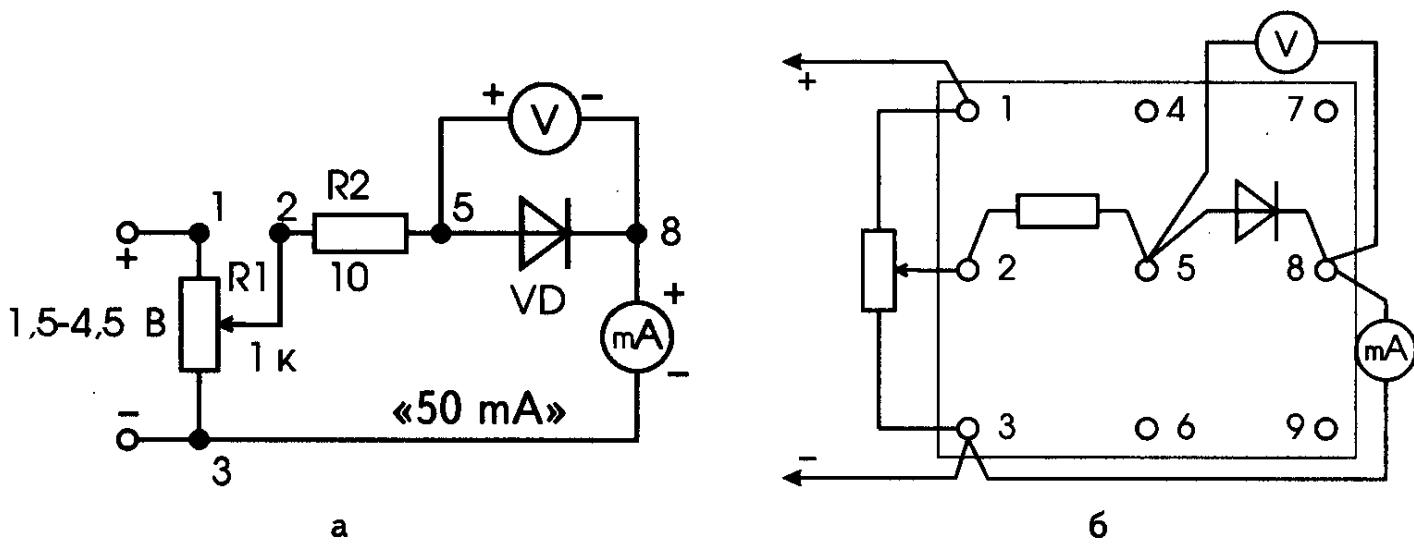
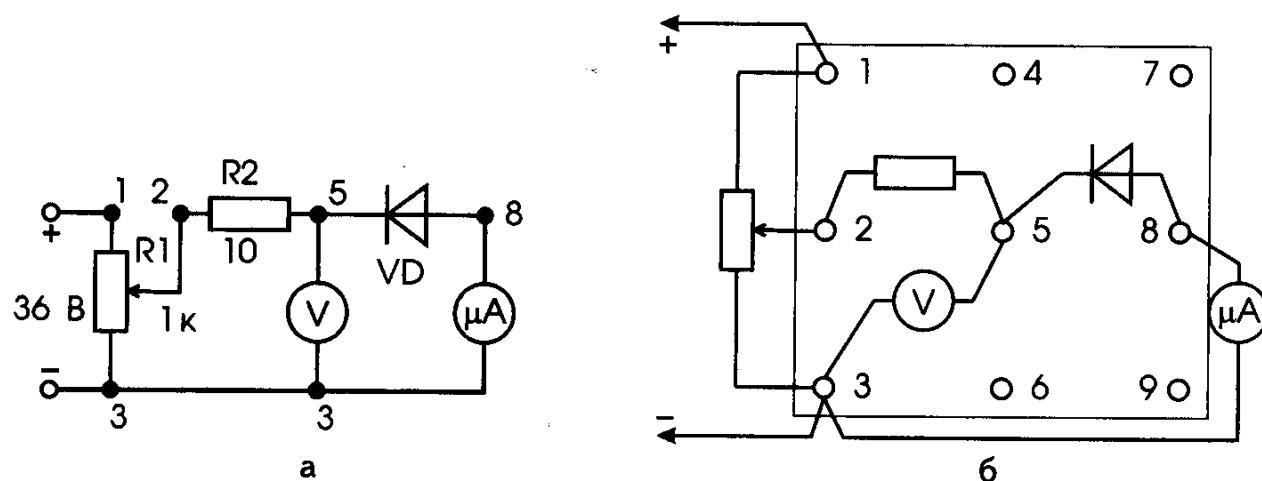

Рис. 4
Рис. 5
1. Соберите электрическую цепь по рис. 4, а и б. В ней переменный резистор R1 служит для плавного регулирования напряжения на диоде, а резистор R2 играет роль ограничителя тока, защищая миллиамперметр от перегрузки.
В электрической цепи, собранной по рис. 4, кремниевый диод замените на германиевый и выполните пункты задания 1.
Соберите установку по рис. 5 и исследуйте зависимость силы обратного тока диодов от приложенного напряжения. Показание приборов занесите в табл. 2. Обратите внимание на то, что сила тока измеряется микроамперметром.
Примечание. Схема для исследования зависимости обратного тока диода от напряжения отличается от предыдущей тем, что на потенциометр **R1** подается довольно высокое напряжение (можно использовать сетевой блок питания, например, В-24), и клеммы вольтметра охватывают не только электроды диода, но и последовательно соединенный с ним микроамперметр. Это легко можно объяснить, если вспомнить о сопротивлении вольтметра, которое гораздо меньше обратного сопротивления диода. Если бы мы подключили его к диоду так же, как на рис. 4, микроамперметр показывал бы не столько силу обратного тока диода, сколько силу тока, проходящего через катушку вольтметра. А при таком соединении (рис. 5) весьма малым сопротивлением микроамперметра по сравнению с очень большим сопротивлением диода можно пренебречь. Ограничительный резистор **R2** в этой схеме можно исключить.